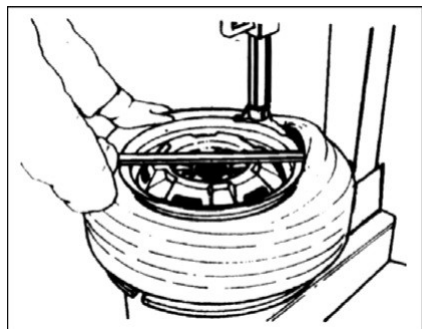

図 20
4.1.4. タイヤレバーを使用して、ビードをツールヘッド(図 20)の上に持ち上げます。